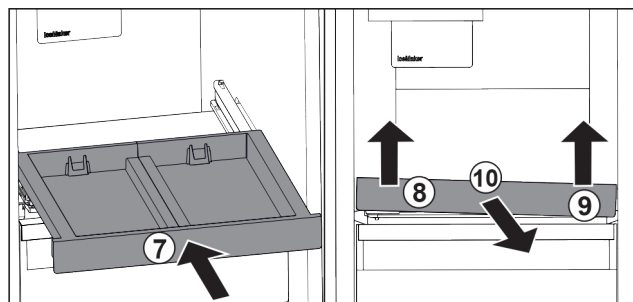

Fig. 102
- Wsunąć wysuwana półkę. Fig. 102 (7)
- Unieść wysuwana półkę z przodu po lewej. Fig. 102 (8)
- Unieść wysuwana półkę z przodu po prawej. Fig. 102 (9)
- Wyjąć wysuwana półkę do przodu. Fig. 102 (10)